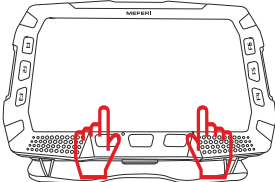

Рис. 16
- Нажмите на лицевую панель терминала до появления характерного щелчка закрытия (Рис. 16).